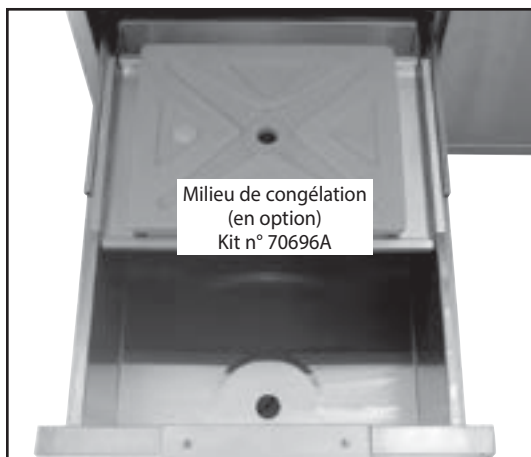

Fig. 65
3. Placer le milieu de congélation dans le plateau en acier sur la deuxième étagère, dans la cavité appropriée du tiroir gauche (Fig. 65). Le milieu de congélation est lavable au lave-vaisselle. Ou le laver à l'eau savonneuse tiède, rincer et sécher à l'air. Entreposer à plat dans un espace de rangement au sec ou au congélateur.